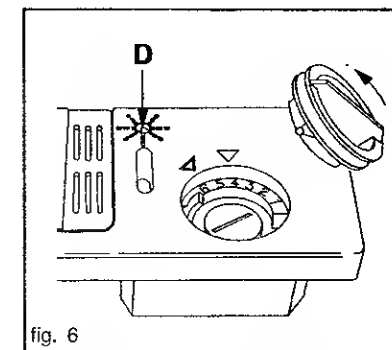

fig. 6
- Tourner le couvercle du réservoir d'1/4 de tour dans le sens anti-horaire et le retirer (fig. 6).